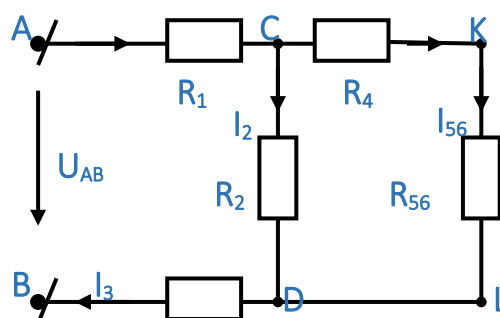

Рисунок 5.2
- Рисунок 5.2 $R_{56} = \frac{R_5 \cdot R_6}{R_5 + R_6} R_{56} = \frac{3 \cdot 3}{3 + 3} = 1,5\text{Ом}$